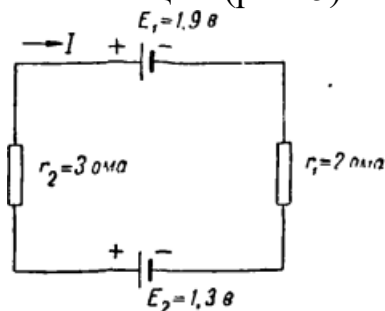

Рис.5.Схема електричного ланцюга
1. Представлено електричний ланцюг (рис. 5). Знайти його струм.